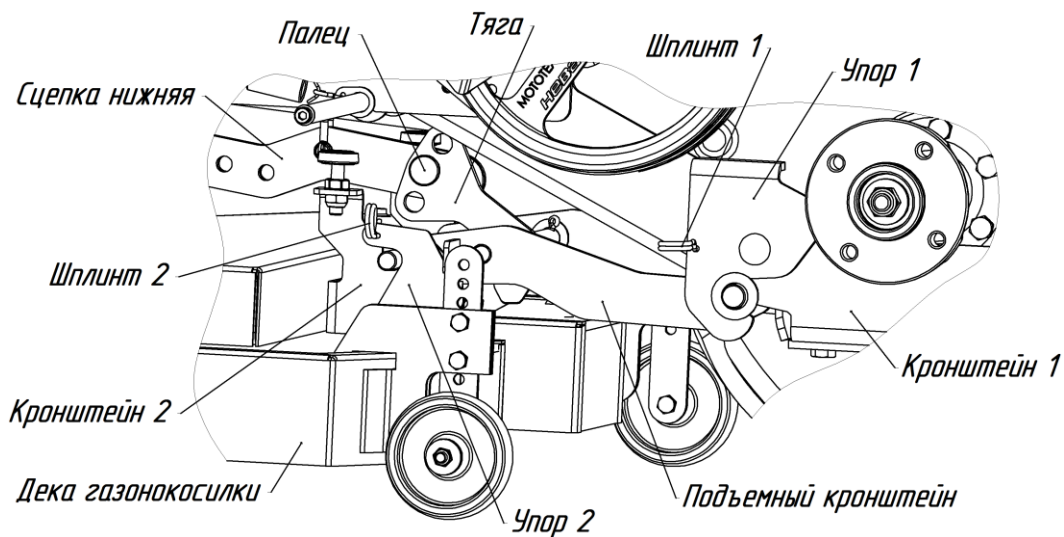

Рис.9. Установка деки газонокосилки на МТ.
- извлеките шплинты 1 из задних кронштейнов с левой и с правой стороны, отведите упоры 1 вверх, установите ось подъемного кронштейна в пазы, затем опустите упоры 1 и установите шплинты 1 на прежнее место (рис.9).
- совместите отверстие тяги с отверстием сцепки нижней, установите палец и зафиксируйте его шплинтом (рис.9). Отверстия на тяге позволяют изменить люфт рычага подъема навески.
- извлеките шплинт 2, отведите упоры 2 вниз, установите деку газонокосилки пазами на оси подъемного кронштейна, затем поднимите упоры 2 и установите штифты 2 на прежнее место (рис.9).